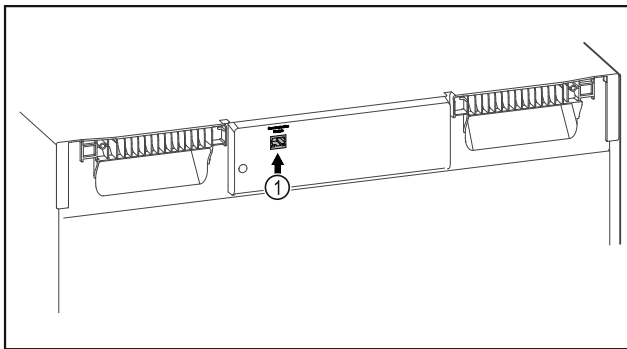

Fig. 127
- Le SmartModule Fig. 127 (1) est installé.